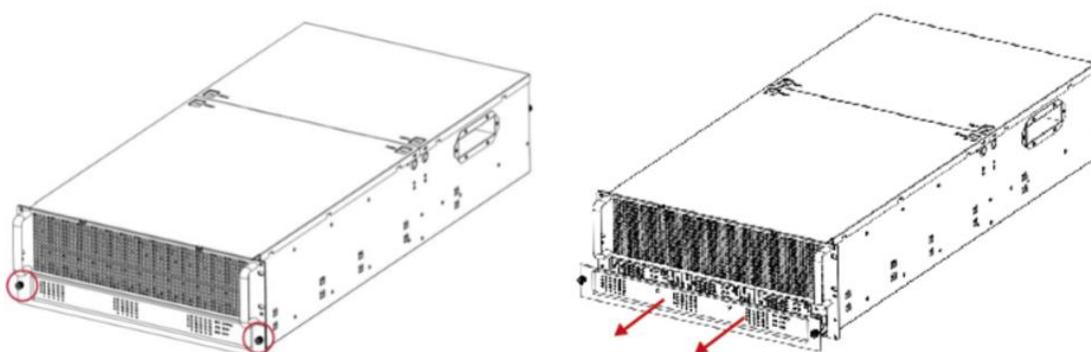

Рисунок 172. Демонтаж модуля объединительной платы НМД
- Потяните рычаг объединительной платы, чтобы вытащить её из корпуса модуля хранения (см. Рисунок 172).